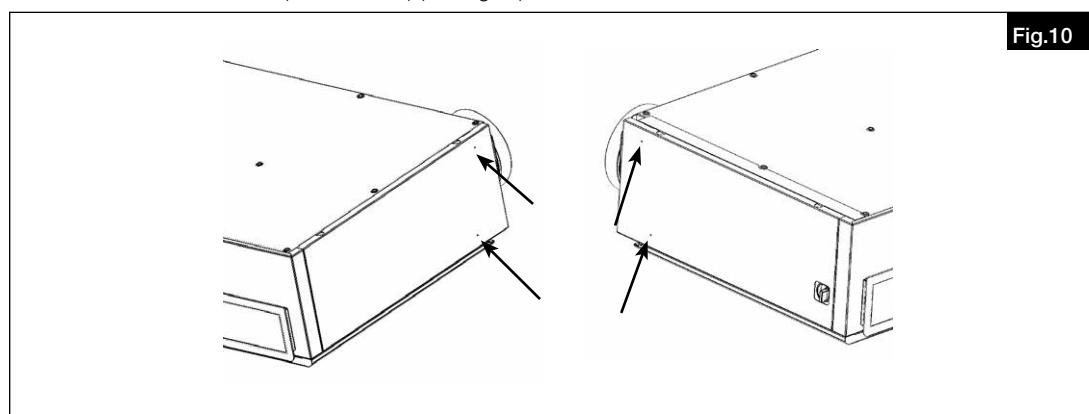

Fig.10
4. Désserrer et retirer les vis (clé Allen n° 3) (voir Fig.10).
Pour le montage de la centrale **KWL® Yoga Style**, il est nécessaire de retirer les panneaux latéraux (voir Fig.10 à page 10, Installation (sans support mural)).